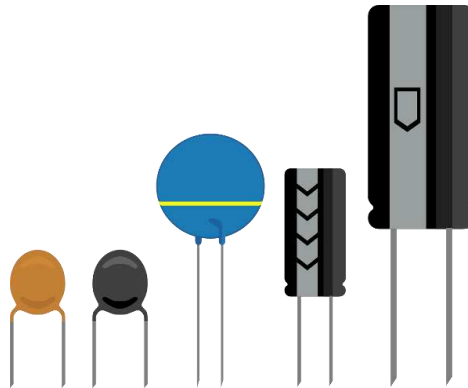

Figura 2.6: Tipos de Capacitores
Os **capacitores** (Figura 2.6) são componentes que permitem armazenar energia para uma utilização rápida. Por exemplo, se compararmos um capacitor com uma pilha temos que o capacitor pode descarregar toda sua carga em uma pequena fração de segundo, já a pilha demoraria vários minutos para descarregar. Uma aplicação típica de capacitores é no flash de câmera, a pilha (ou bateria) carrega o capacitor por vários segundos, e então o capacitor descarrega toda a carga armazenada para que a lâmpada do flash seja acionada imediatamente. Existem diversos tipos de capacitores sendo alguns polarizados e outros não, a unidade de medida de um capacitor é o Farad (F).